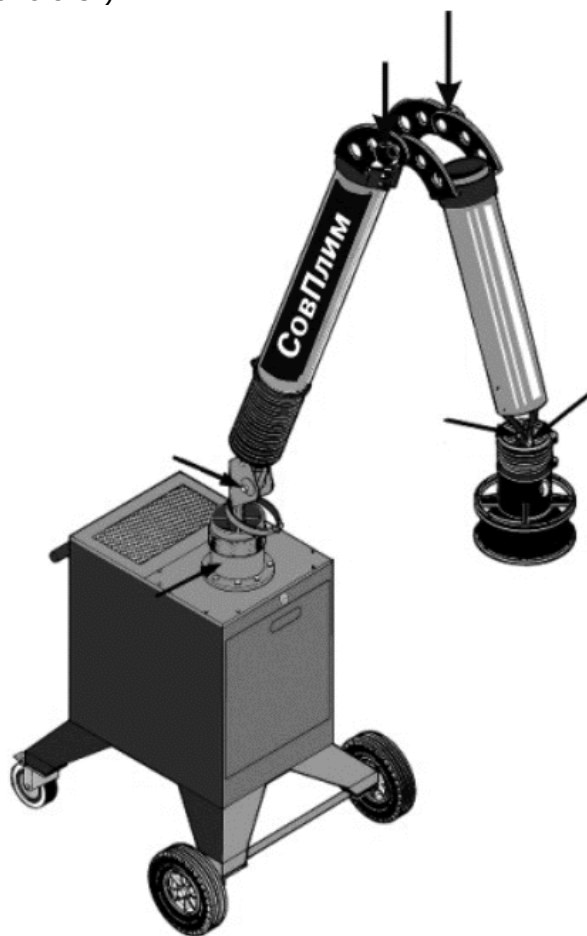

Рисунок 8.5.
8.2.4 Отрегулируйте трение во всех соединениях (см. рис.8.5.).